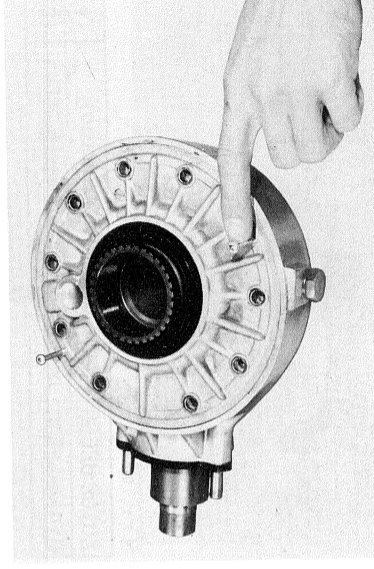

Abb. 8-5
- Zum Abnehmen des Endtriebslagerdeckels vom Gehäuse zwei 6 mm-Schrauben verwenden; die Schrauben in die vorgesehenen Löcher einschrauben und den Deckel gleichmäßig abziehen. (Abb. 8-5)